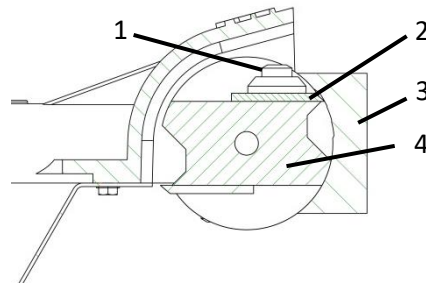

Fig. 9 : Réglage du couteau
- > Desserrez la vis du couteau (2 - Fig.9).
- > Poussez la lame (2 – Fig. 9) complètement en arrière.
- > Placez la jauge à coupeaux (3 – Fig. 9) sur le cylindre (4 – Fig. 9) de manière à ce qu'elle repose sur les deux surfaces d'appui du cylindre en haut et en bas.